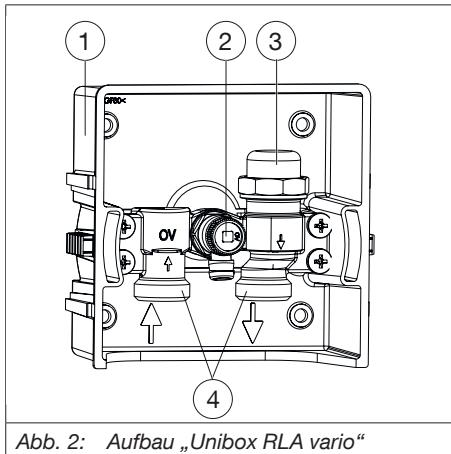
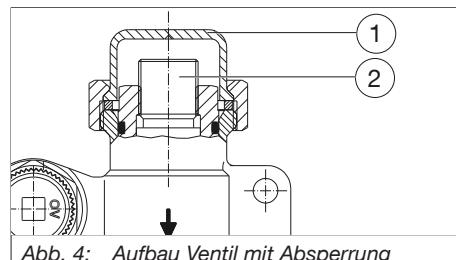

Abb. 2: Aufbau „Unibox RLA vario“
Abb. 4: Aufbau Ventil mit Absperrung
1. Schrauben Sie die Kappe des Ventils mit Absperrung ab (siehe Abb. 2 auf Seite 7 (3) bzw. Abb. 4 auf Seite 7 (1)).